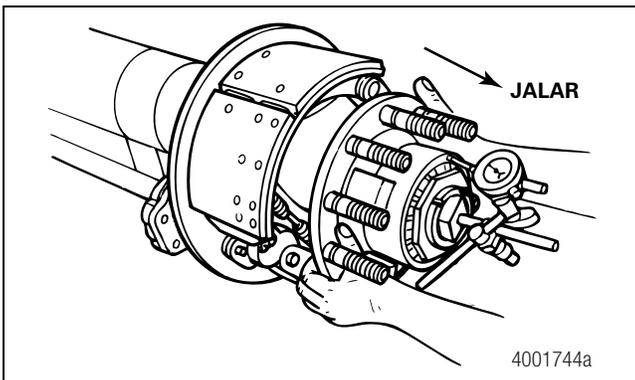

Figura 2.13
- Empuje la maza HACIA FUERA hasta que el indicador de esfera deje de cambiar. No gire el extremo de rueda. Figura 2.13. La diferencia de lecturas entre empujar la maza HACIA DENTRO y jalarla HACIA FUERA es el juego axial del balero de la rueda. Siga las siguientes instrucciones, basándose en la medición del juego axial que acaba de obtener.